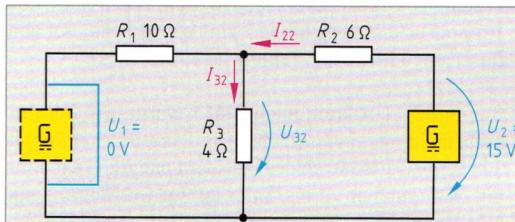

Bild 3: Ersatzschaltung zur Ermittlung von I_{32}
Zur Bestimmung eines Teilstromes denkt man sich in der Ersatzschaltung die anderen Spannungserzeuger kurzgeschlossen (**Bild 2** und **Bild 3**).
1. Berechnen Sie den von U_2 hervorgerufenen Teilstrom I_{32} durch R_3 in der Schaltung **Bild 3**.